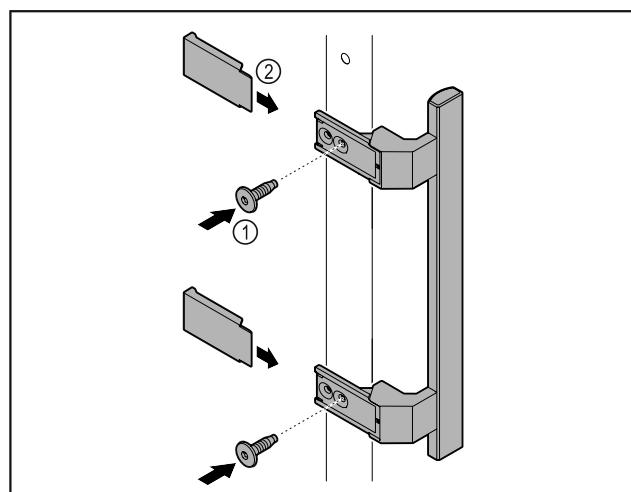

Fig. 8
- Atașați mânerul din pachetul de accesorii la ușă cu ajutorul șuruburilor incluse Fig. 8 (1).
- Aplicați capacul Fig. 8 (2).